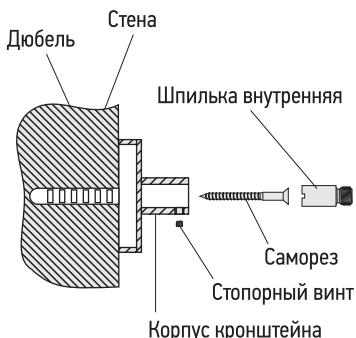

Рис. 3
5.13. Полотенцесушитель бытовой (дизайн-радиатор) крепится к стене телескопическими кронштейнами, что позволяет регулировать расстояние до стены (рис. 3).